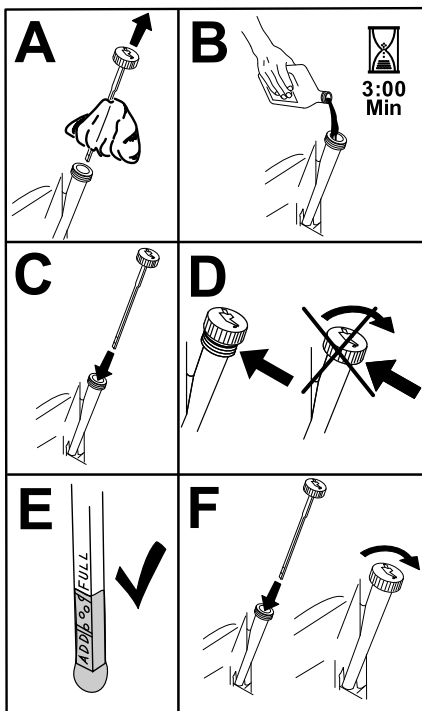

Figura 31
5. Vierta lentamente un 80 % aproximadamente del aceite especificado por el tubo de llenado, luego añada lentamente el resto del aceite hasta que llegue a la marca de **Lleno** (Figura 31).